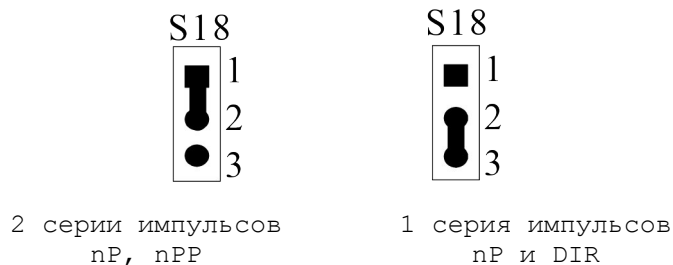

Рисунок 5.26
- **S18** – Данная перемычка служит для выбора режима импульсного задания движения привода. По умолчанию выбирается 1 серия импульсов **nP** и направление движения **DIR**, смотри рисунок 5.26. Модуль **ECDP NC310-38** обеспечивает два режима импульсного задания движения привода, иллюстрация которых показана в таблице 5.17.